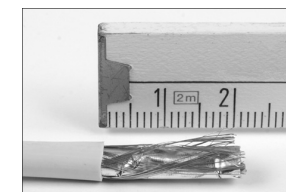

Abbildung 2.17 Das Kabelende; 2 cm des Außenmantels sind entfernt.
3. Entfernen Sie mit dem Abmantler 2 cm des Kabelmantels (Abbildung 2.17).